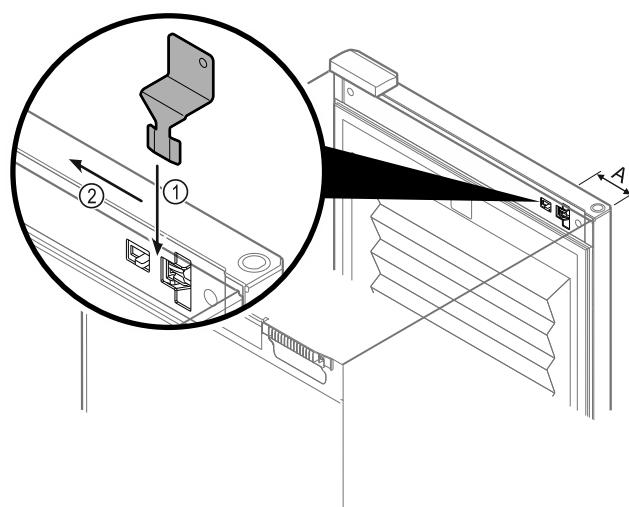

Fig. 90
- Розмістити ключ аварійного розблокування на заданому місці Fig. 90 (A) \approx 100 мм.
- Вставити ключ аварійного розблокування між дверми та корпусом пристрою зверху до упору Fig. 90 (1).
- Потягнути ключ аварійного розблокування у напрямку сторони шарніра Fig. 90 (2).